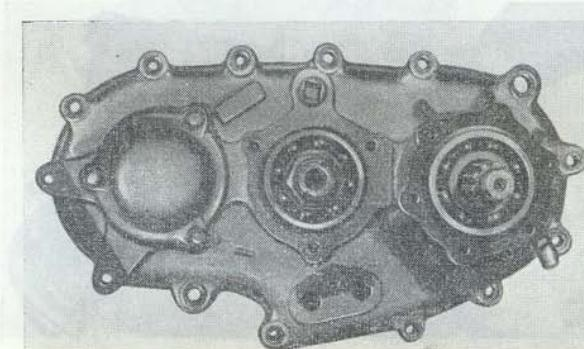

Рис. 134. Валы раздаточной коробки, установленные в крышку картера
4. Вставить собранный промежуточный вал 12 в среднее отверстие крышки картера. Установить упорное кольцо и осадить вал до упора в кольцо (рис. 134).